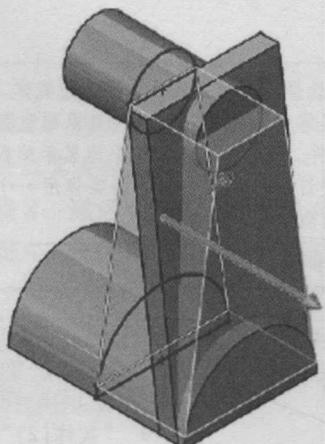

图 1-12 创建拉伸切除特征
**步骤 11 创建拉伸切除特征** 如图 1-12 所示，用图示 Right Contours 草图创建【拉伸切除】，单击【反向】，设置终止条件为【完全贯穿】，并勾选【反侧切除】复选框。